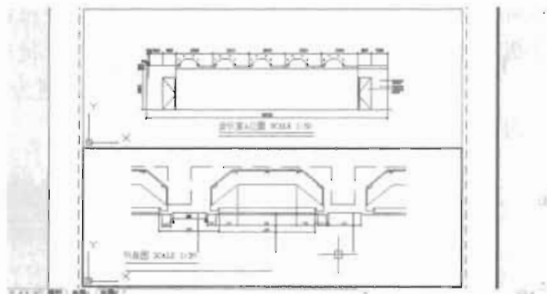

图 16-46
(8) 在视口外双击鼠标，或者在命令行输入 PSPACE 并按 Enter 键，返回到布局空间。
(9) 创建第二个视口。选择第一个视口，调用 COPY 命令复制第二个视口，该视口用于显示“会议室 B 立面图的节点线图”，如图 16-46 所示。